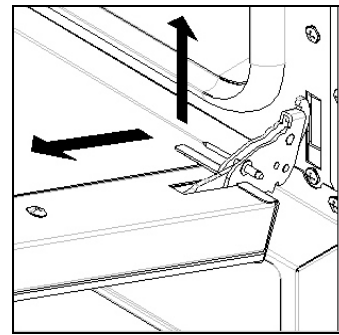

Fig. 7
- Soulever légèrement la porte et l'enlever (Fig. 7);